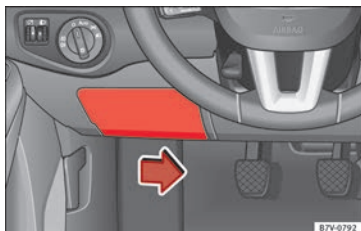

Fig. 207 En el tablero de instrumentos del lado del conductor: tapa de la caja de fusibles.
- Para liberar la tapa desplace hacia la derecha la maneta de accionamiento situada en la parte inferior de la misma »» fig. 207.